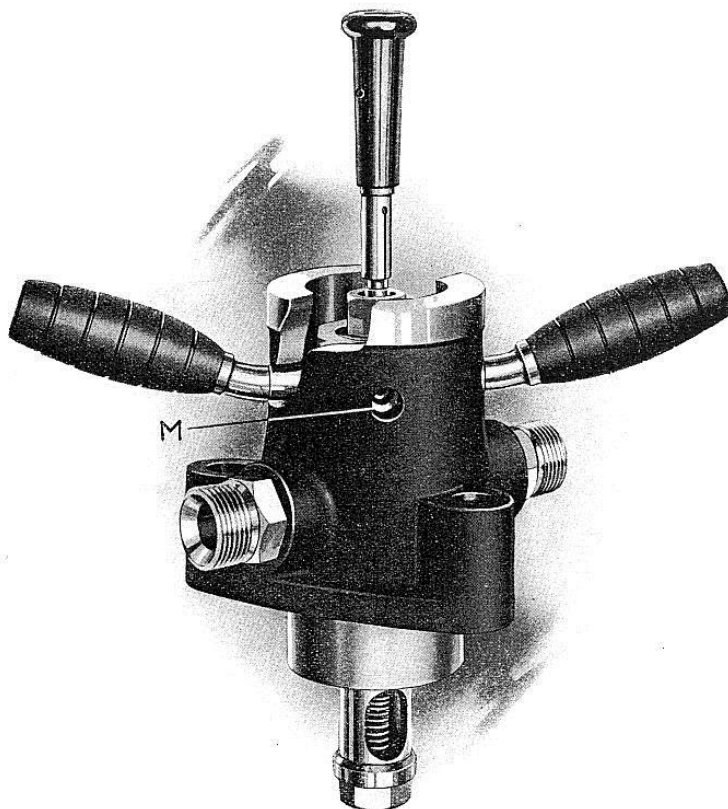
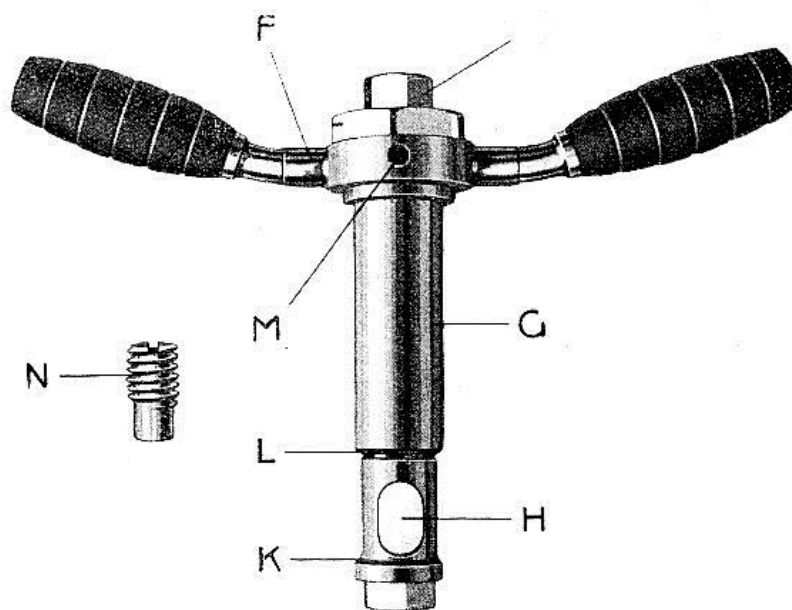

Fig. 1
Fig. 2
Skyddsventilen (fig. 1) är vattenkyld och fästad på tändkulan. Dess inre del består av den i två delar utförda ventilhysan (G fig. 2), som är rörlig medelst den å densamma fästade ventilregeln (F fig. 2), som löper i spår, uttagna i ventilhusets yttre förlängning (se fig. 1). Vrides ventilregeln (F) åt vänster föres densamma tillika med ventilhysan (G) utåt, och vrides den åt höger, föras båda dessa delar inåt. Ventilhysan (G) är försedd med två koniska tätningsytor (K och L fig. 2), den förra för ytter- och den senare för innerläget.
Tändaren (A fig. 3) och tändarefästet (D fig. 3) äro inpassade i ventilhysan (G). Denna senare har två sidoöppningar (H fig. 2) vid sin inre ända, varigenom tändaren står i förbindelse med motorns tändkammare, då ventilhysan är i sitt innerläge (se fig. 1). När ventilhysan är utdragen i sitt ytterläge, är tändaren ej i förbindelse med tändkammaren utan genom ventilhysans koniska tätningsytor (K) skyddad för hettan från förbränningsgaserna. Tändarefäste (D) och tändare (A) kunna lätt, *även under motorns gång*, uttagas ur ventilhysan (G) genom utskruvande av den inuti den
senare befinnas, med en exkant försedda klämhylsan (E fig. 2). Om motorn är i gång måste vid utskruvandet av klämhylsan och uttagandet av tändaren skyddsventilen vara stängd, d. v. s. ventilhylsan (G) skall vara fastlåst i sitt yttre läge.
Fig. 1 a
En arbetsperiod förlöper på följande sätt: (Se fig. 1 a).
Fig. 1 b